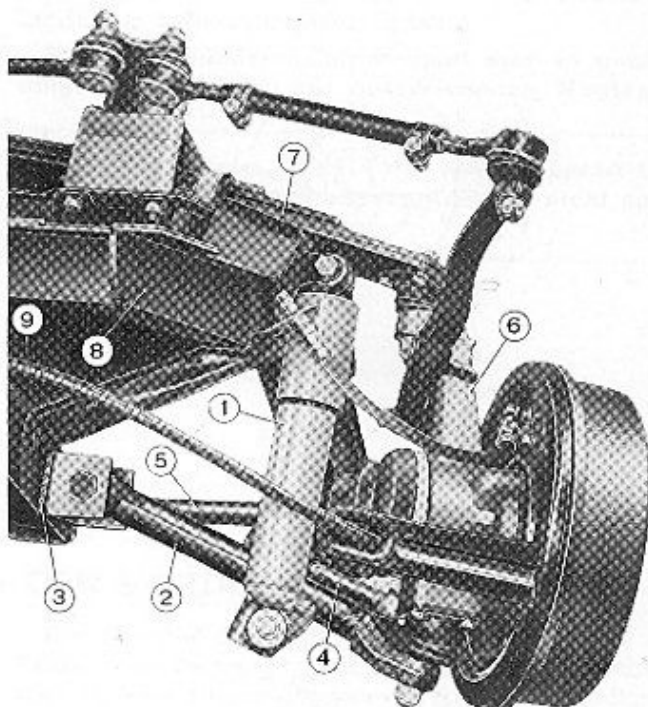

Abb. 75 - Teilansicht der vorderen Aufhängung.
Die Querlenker (2, Abb. 75) sind am Rahmen mittels eines Winkelstücks befestigt und am Achsschenkel mit Kugelgelenkköpfen.
Die Blattfeder (7, Abb. 75) ist quer zur Längsachse des Wagens angeordnet und an zwei Punkten elastisch am Rahmen befestigt.
Die Einstellung dieser Winkel erfolgt durch die Verwendung einer entsprechenden Anzahl von Stellplättchen zwischen Fahrgestell und der Befestigungsvorrichtung für die Querlenker (3, Abb. 75).
Zur Vergrößerung des Radsturzes müssen die obengenannten Stellplättchen (3, Abb. 75) in ihrer Anzahl verringert werden und zur Verkleinerung erhöht man die Anzahl dieser Plättchen.
Zur Vergrößerung des Nachlaufs wird die Länge der Schubstange (4) durch Drehen der Stellmuffe (Abb. 75) verringert; zur Verringerung verfährt man in umgekehrter Weise.